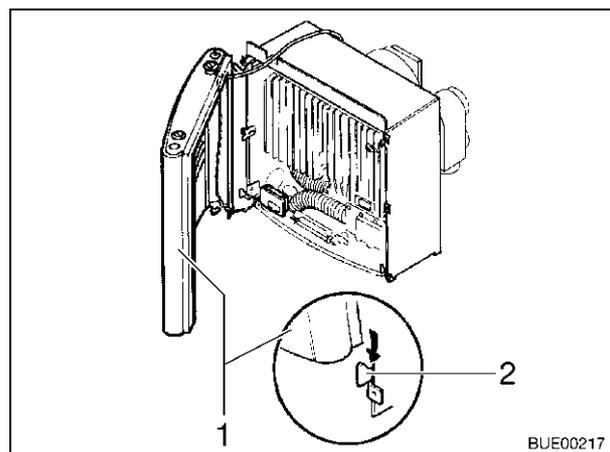

Bild 104 Heizungsverkleidung, Haltetaschen
- Heizungsverkleidung montieren. Dazu Verkleidung (Bild 104,1) auf die unteren Haltetaschen (Bild 104,2) stellen.